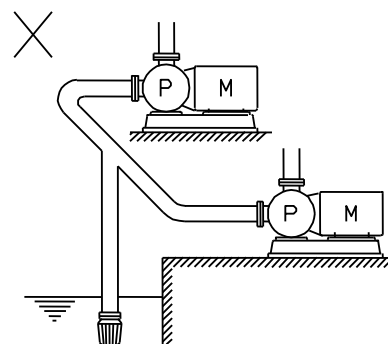

図 4
- (f) 吸込配管を、分岐にしないようにしてください(図4)。1台運転の時、停止中のポンプから空気を吸い込み、揚水不能となることがあります。